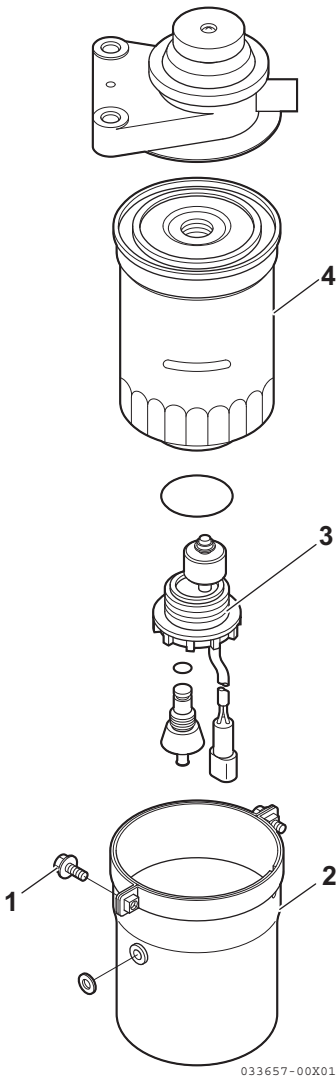
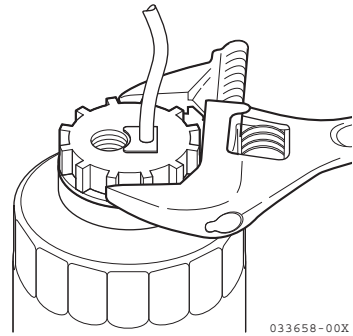

Figure 10
Figure 11
2. Retirez les deux vis de montage (**Figure 10, (1)**) et le boîtier (**Figure 10, (2)**).
5. Retirez le commutateur de relais avertisseur (**Figure 10, (3)**) et (**Figure 11**) avec une clé.
6. Retirez le filtre de l'élément (**Figure 10, (4)**) avec une clé à filtre.